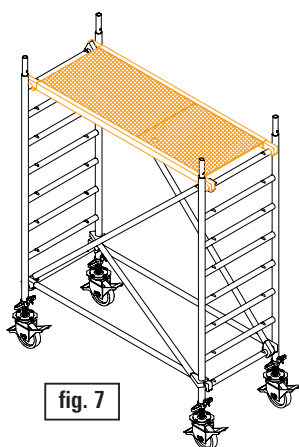
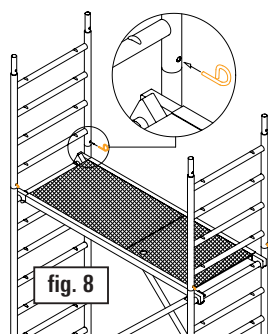

fig. 7
fig. 8
- H) Plaats platform(s) op de gewenste hoogtes (zie fig. 7).
- J) Per sectie van 2.00m zijn 2 diagonalen nodig. Deze moeten kruislings gemonteerd worden (zie fig. 7). De standelementen moeten onderling geborgd worden met borgpennen (zie fig. 8).